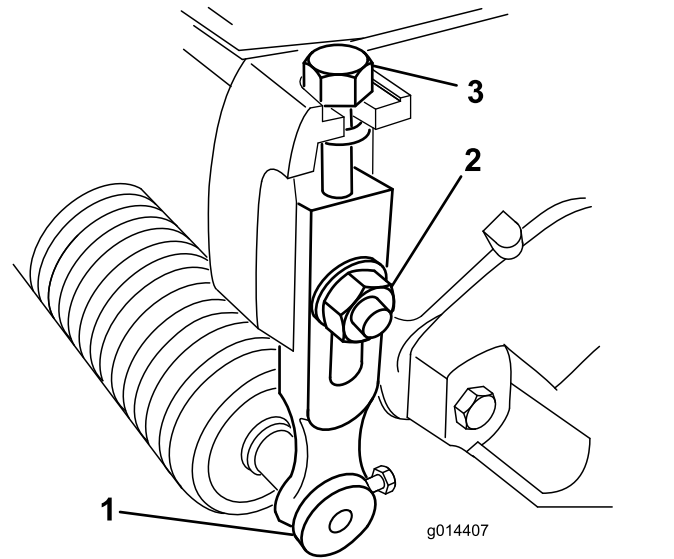

Figura 9
- Desaperte as porcas de bloqueio que fixam os braços da altura de corte às placas laterais da unidade de corte (Figura 9).